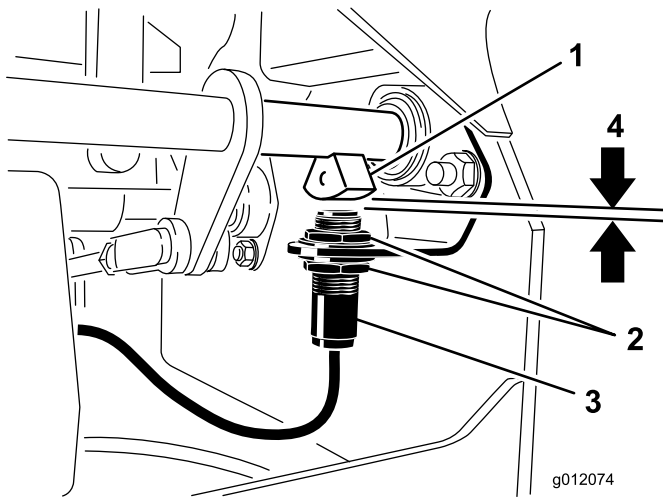

図 57
4. ブラケットについているスイッチを上下に動かして、ブレーキシャフトのセンサーとスイッチのプランジャとの距離を 3.9 mm に調整する(図 57)。